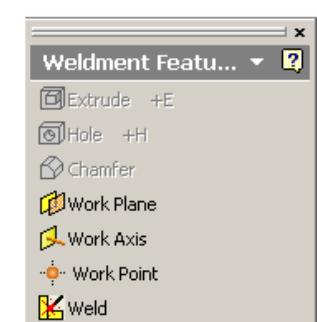

Figura 1.10.3.
- **Welds** – acesta este stadiul în care se plasează cordoanele de sudură, în reprezentare cosmetică sau 3D; activarea acestui stadiu se declanșează prin dublu click stânga pe intrarea **Welds**; determinând afișarea panelului de instrumente din figura 1.10.3; se plasează cordoanele de sudură prin comanda **Weld** și se ieșe prin butonul **Return** din **Standard Bar**;